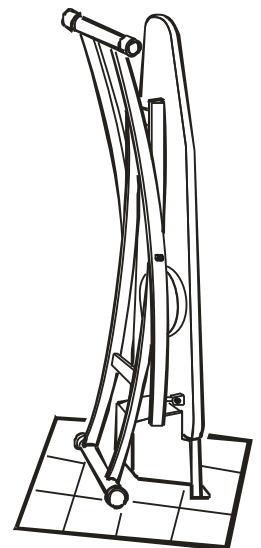
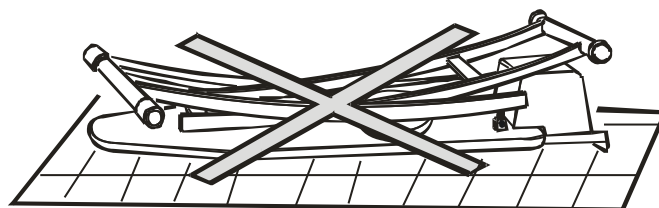

Fig. 4
Fig. 5
9. **ATTENTION:** ranger SOLE uniquement selon l'illustration (fig. 4). Ne jamais le ranger avec le plan de repassage au sol (fig. 5).